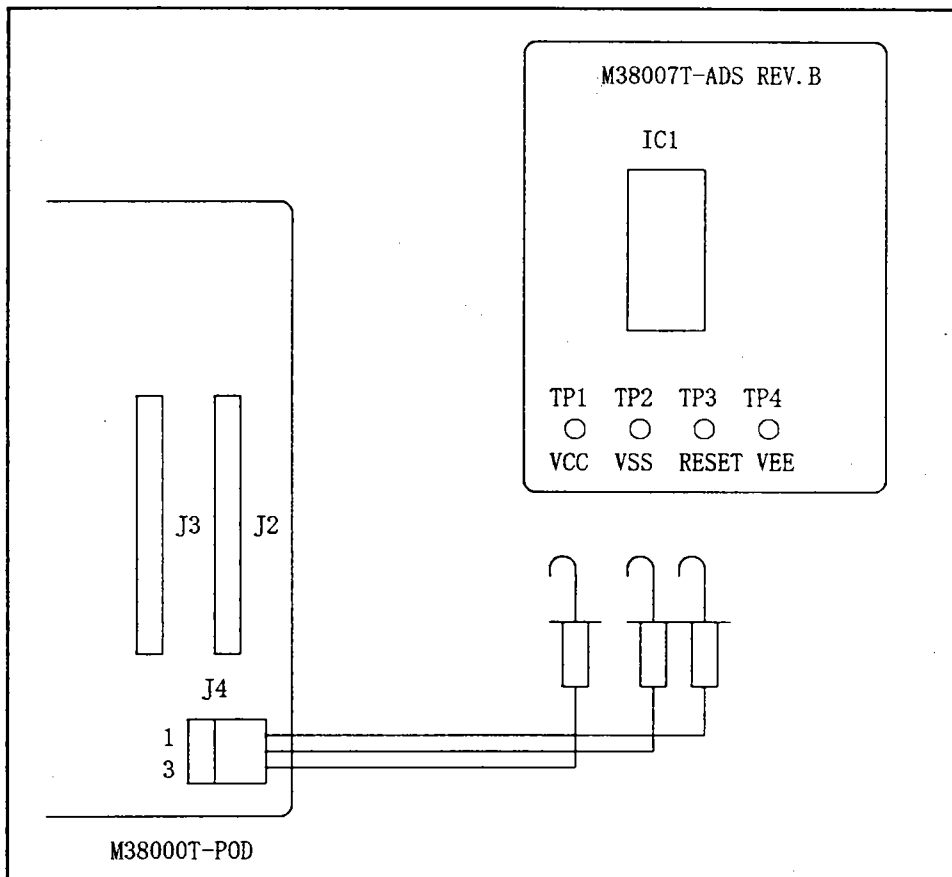

図4.1 M38007T-ADSの接続使用形態
- (1) M38007T-ADSにエミュレータMCUを実装してください。
- (2) M38000T-PODまたはM38000TL-PODの蓋を開けてください。
- (3) M38000T-PODまたはM38000TL-PODのJ4コネクタに接続されているケーブル(2本1組)を付属のケーブル(3本1組)に差し替えて、M38007T-ADS上のV_{cc}、V_{ss}、RESETピンと接続してください。V_{EE}端子のないMCUはV_{EE}ピンには何も接続しないでください。表4.1にJ4コネクタの信号を、図4.1に接続使用形態を示します。